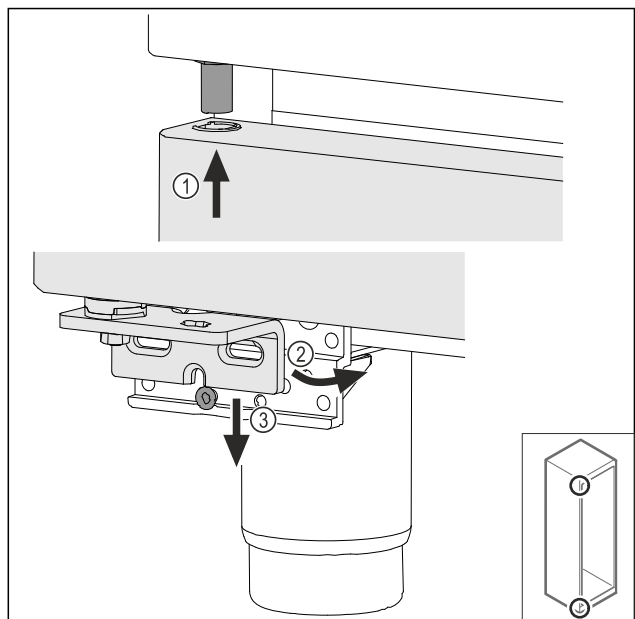

Fig. 49
- Luta dörren något och lirka in den upptill Fig. 49 (1), rätta upp dörren Fig. 49 (2) och sätt den på lagerbockskraven Fig. 49 (3) nedtill.